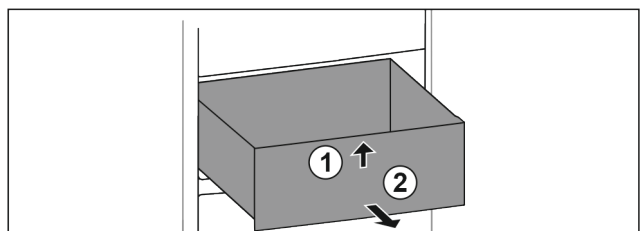

Fig. 133
- Soulever la partie avant du tiroir. *Fig. 133 (1)*.
- Retirer le tiroir par l'avant. *Fig. 133 (2)*